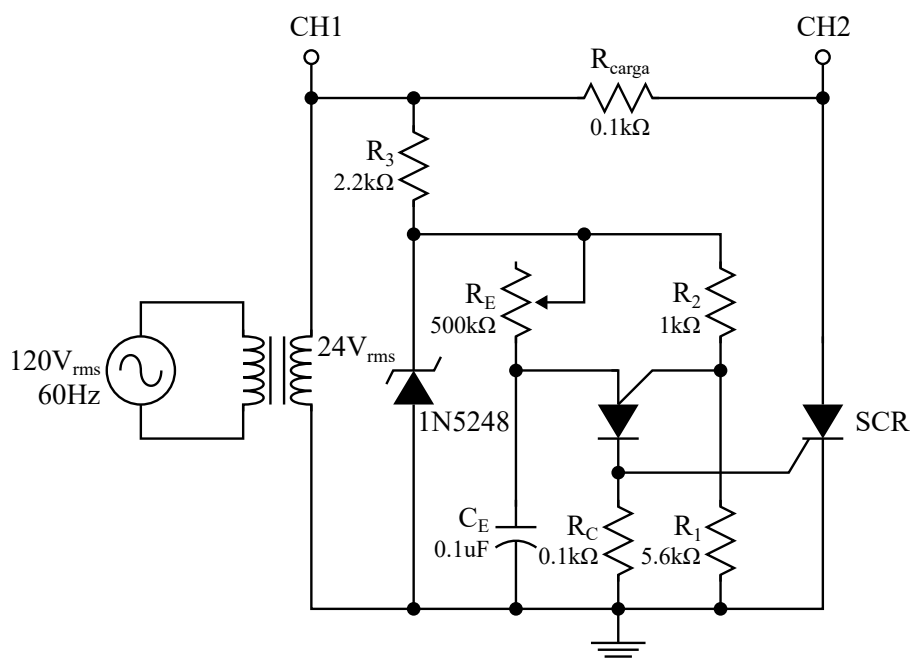

Fig. 5.2
8. Arme el circuito de la Fig. 5.2.